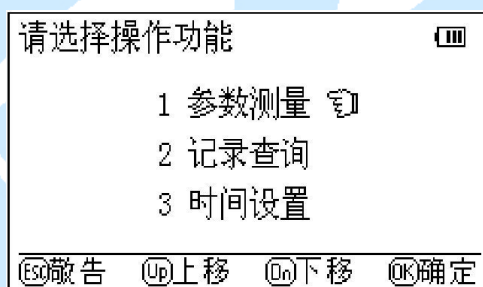

图 2
2. 此时按 OK 键，出现如图 2 功能选择窗口。可根据屏幕下方的按键功能提示进行操作。在图 1 或图 2 的界面下按 ESC 键，